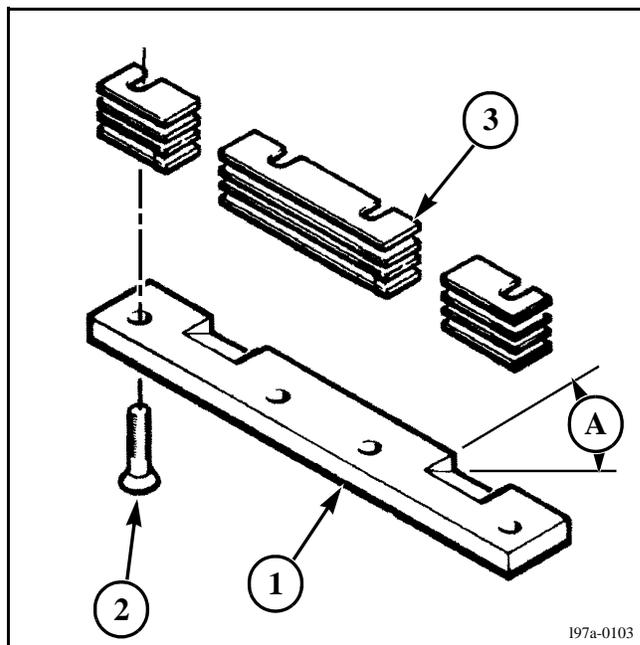

FIG. 27
FIG. 27: La cuchilla de la ranura del émbolo (1) está instalada en la parte inferior del émbolo en la parte delantera de las ranuras de las agujas. La cuchilla de la ranura del émbolo corta contra las cuchillas de contrafilo y corta cualquier producto cosechado que esté en las ranuras de las agujas.